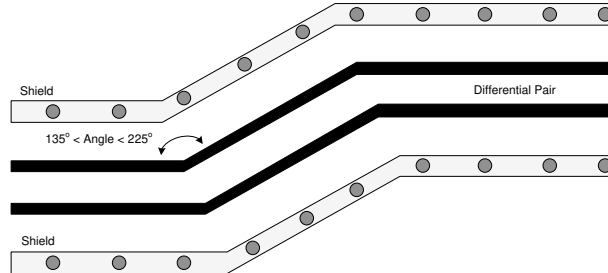

图 8-3. V-By-One 布线示例
- 确保与差分信号对相关的弯曲角度在  $135^\circ$  和  $225^\circ$  之间 ( 请参阅图 8-3 ) 。